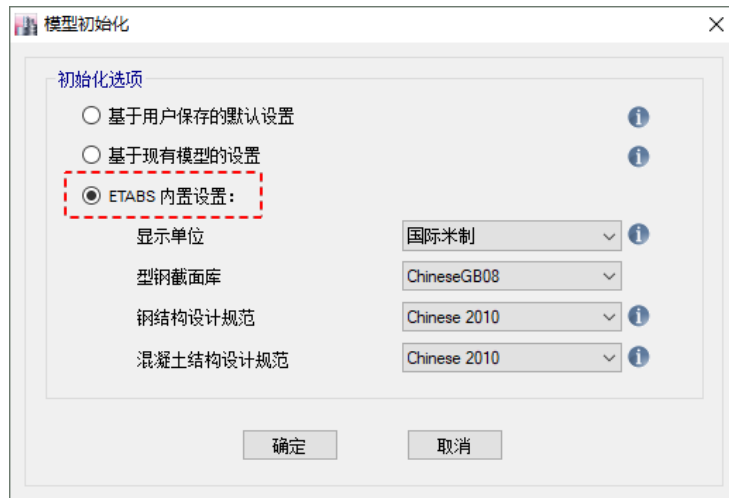

图 1-1 模型初始化对话框
2. 点击开始页中的**新模型**按钮，弹出**模型初始化**对话框，如图 1-1 所示：